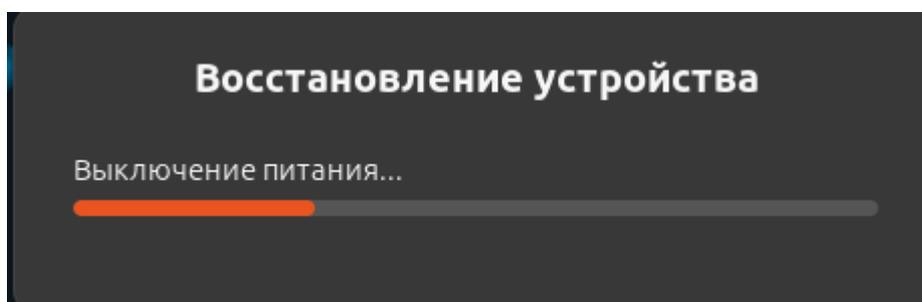

Рисунок II-63 – Уведомление о восстановлении устройства
- неуспешном – запустится восстановление устройства (см. Рисунок II-63).